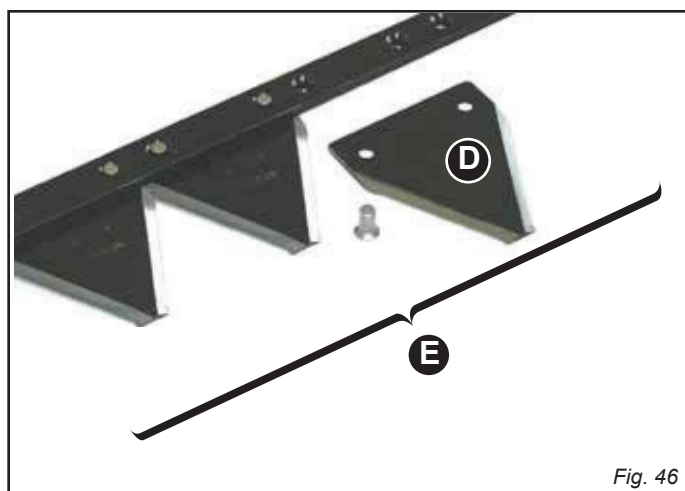

Fig. 46
### ERSETZEN DER ABSCHNITTHALTESTANGE (E, Abb. 46)
### ERSETZEN DER ABSCHNITTE (D, Abb. 46)
- Einen neuen Abschnitt mit den speziellen Nieten vernieten (D, Abb. 46).